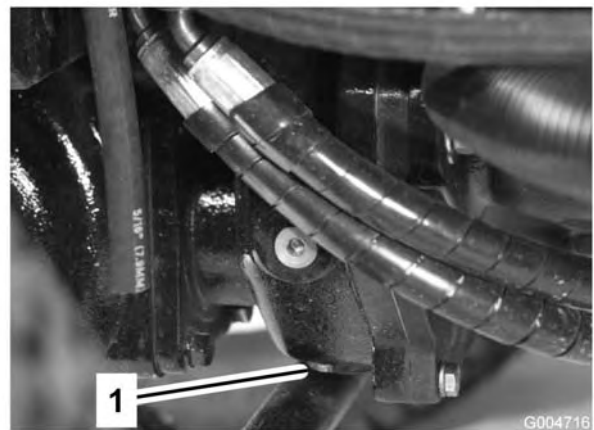

Figura 61
5. Limpie la zona alrededor del tapón de vaciado en la parte inferior de la caja de engranajes (Figura 61).